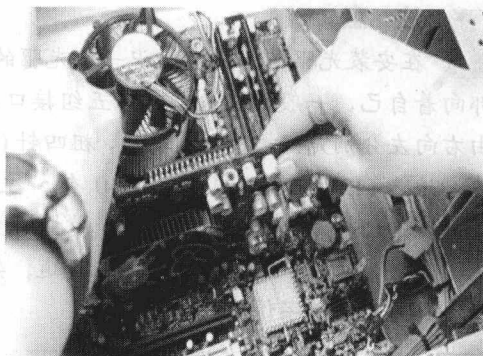

图 1-7 安装显卡
(6) 安装插卡（显卡、声卡、网卡等）
① 仔细观察显卡或声卡的金手指部分，一般来说，显卡或者声卡的金手指部分都有防呆设计。
② 观察与之相对应的 AGP 或 PCI 接口，呈凹槽状，这和主板上的 AGP 或者 PCI 接口上的凸出部分是对应的。
③ 根据需要拆下插卡相对应的挡片，将显卡、声卡等插卡垂直插入相应的 AGP 或 PCI 插槽（见图 1-7），并将插卡的金属翼片固定在机箱后面板的台面上，用螺钉上好就行了。